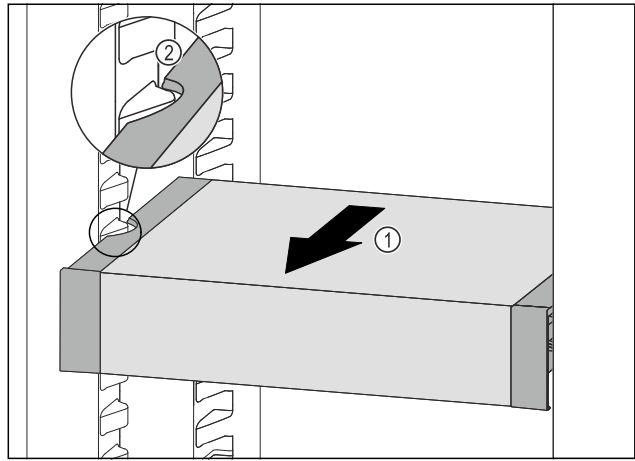

Fig. 188
- Tirer le VarioSafe vers l'avant Fig. 188 (1) jusqu'à ce que les encoches latérales du VarioSafe se trouvent au niveau de la nervure du bac dans la partie réfrigérateur. Fig. 188 (2)